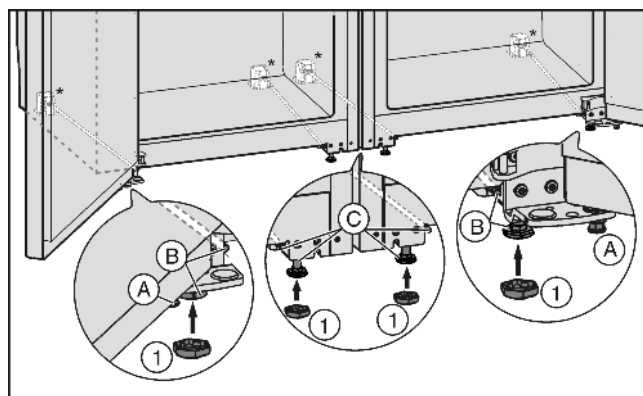

Fig. 4
- ▶ Drej i givet fald, de justerbare fødder Fig. 4 (A) foran på begge apparater helt ind, så der ikke er kontakt med gulvet.
- ▶ Sæt hætter Fig. 4 (1) på de fire forreste justerbare fødder.
- ▶ Drej de midterste justerbare fødder Fig. 4 (C) ind, så der ikke er kontakt med gulvet.
- ▶ Kombinationen rettes om nødvendigt ud igen ved hjælp af de ydre justerbare fødder Fig. 4 (B).
- ▶ De midterste justerbare fødder Fig. 4 (C) sænkes ned igen, indtil de rører ved gulvet.
- ▶ Støt derefter døren: De justerbare fødder Fig. 4 (A) ved lejekonsollen sænkes ned, indtil de står på gulvet, drej så 90° videre.